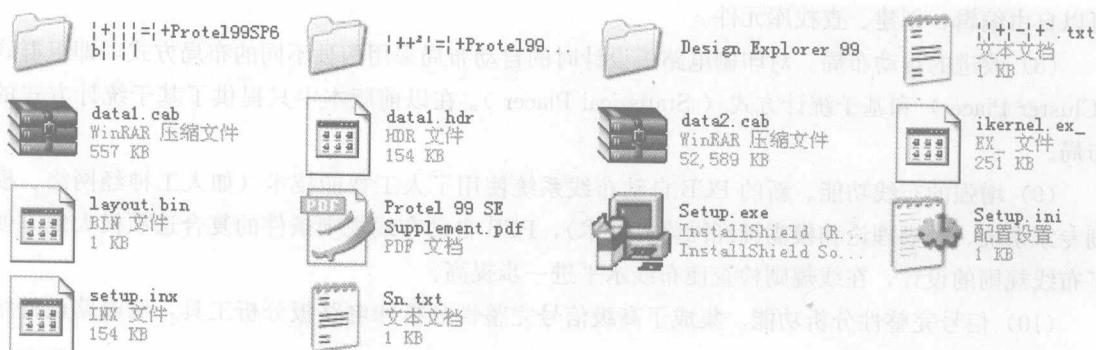

图 1-1 Protel 99 SE 安装文件
- (1) 打开安装文件夹，可以看到文件夹里共有安装文件 14 个，如图 1-1 所示。